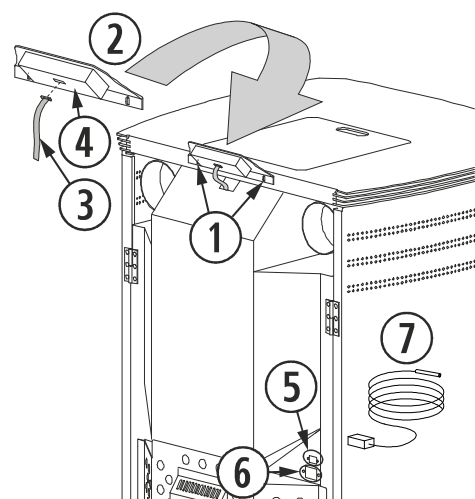
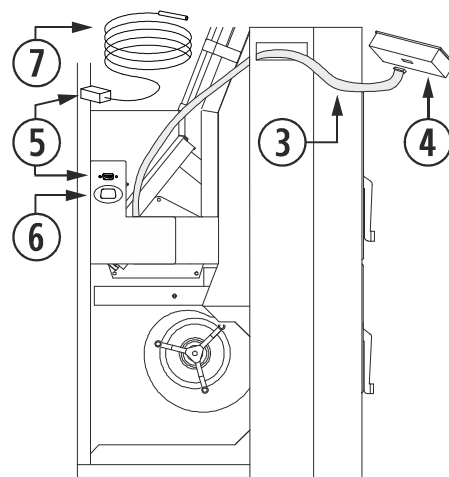

Figura 13
Figura 14
Debemos ajustar los tornillos que fijan el soporte a la estufa (①), tal y como se indica en la *figura 13* para las estufas **Suez** y **Turbo Aire**, conectar la cinta plana de conexión del teclado (③), que está situada en la parte trasera sujeta con una cinta adhesiva y conectarla en la parte trasera del teclado (④), sólo tiene una posición de conexionado.
La sonda de ambiente (⑦) y el cable de alimentación se conectan en la parte trasera de las estufas **Suez**, **Turbo Aire** y **Venecia** como se indica en la *figura 13* (Suez). El conexionado sería igual para el resto de estufas de este manual, siendo la ubicación en el lateral izquierdo de la estufa como se aprecia en la *figura 14* (chasis Oslo). Sabremos que la estufa reconoce la sonda porque veremos reflejada la temperatura ambiente en el panel de mandos. Si conectamos un termostato o contacto en lugar de visualizar la temperatura ambiente, señalará (·) indicándonos que hay algo conectado en el puerto de comunicaciones.
①	Tornillos de sujeción del teclado.
②	Soporte del teclado.
③	Cinta del teclado y C.P.U.
④	Parte trasera del teclado.
⑤	Conexión de la sonda de ambiente.
⑥	Conexión de corriente ~230/240V - 50Hz.
⑦	Sonda de ambiente.